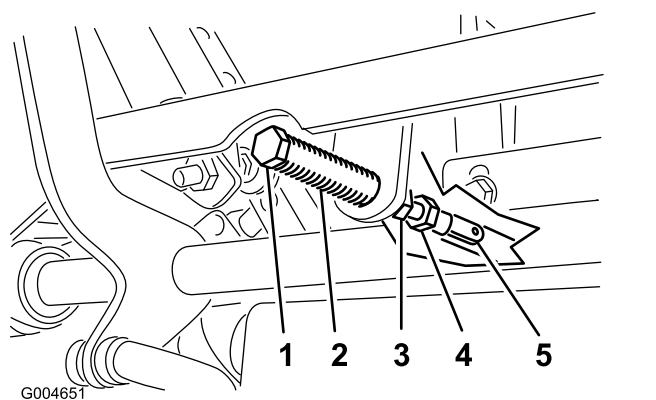

Figure 83
5. Tirez-le ensuite en arrière jusqu'à ce que l'axe de chape (situé sur un bras au-dessus de l'axe de pivot) touche l'extrémité de l'encoche (c.-à-d. commence juste à appuyer sur le ressort), comme montré à la Figure 83.
7. Si un réglage s'impose, desserrez l'écrou et l'écrou de blocage vissés contre la chape (Figure 83).
8. Appliquez une légère pression à l'arrière du levier, et tournez la tête du boulon de réglage dans le sens voulu pour centrer le levier à la position de VERROUILLAGE AU POINT MORT (Figure 83).
9. Serrez l'écrou et l'écrou de blocage (Figure 83).
10. Serrez les écrous de blocage contre les rotules (Figure 83).